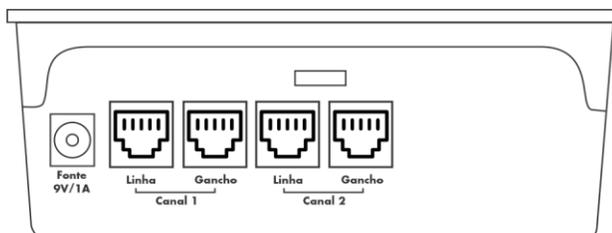

Figura 2: Conexão da fonte e dos canais.
3.3 – Conectando as linhas: Conecte as linhas e telefones no local indicado conforme a figura 2. Na porta linha conecte a linha ou ramal a ser gravado e em gancho conecte o telefone ou painel utilizado.